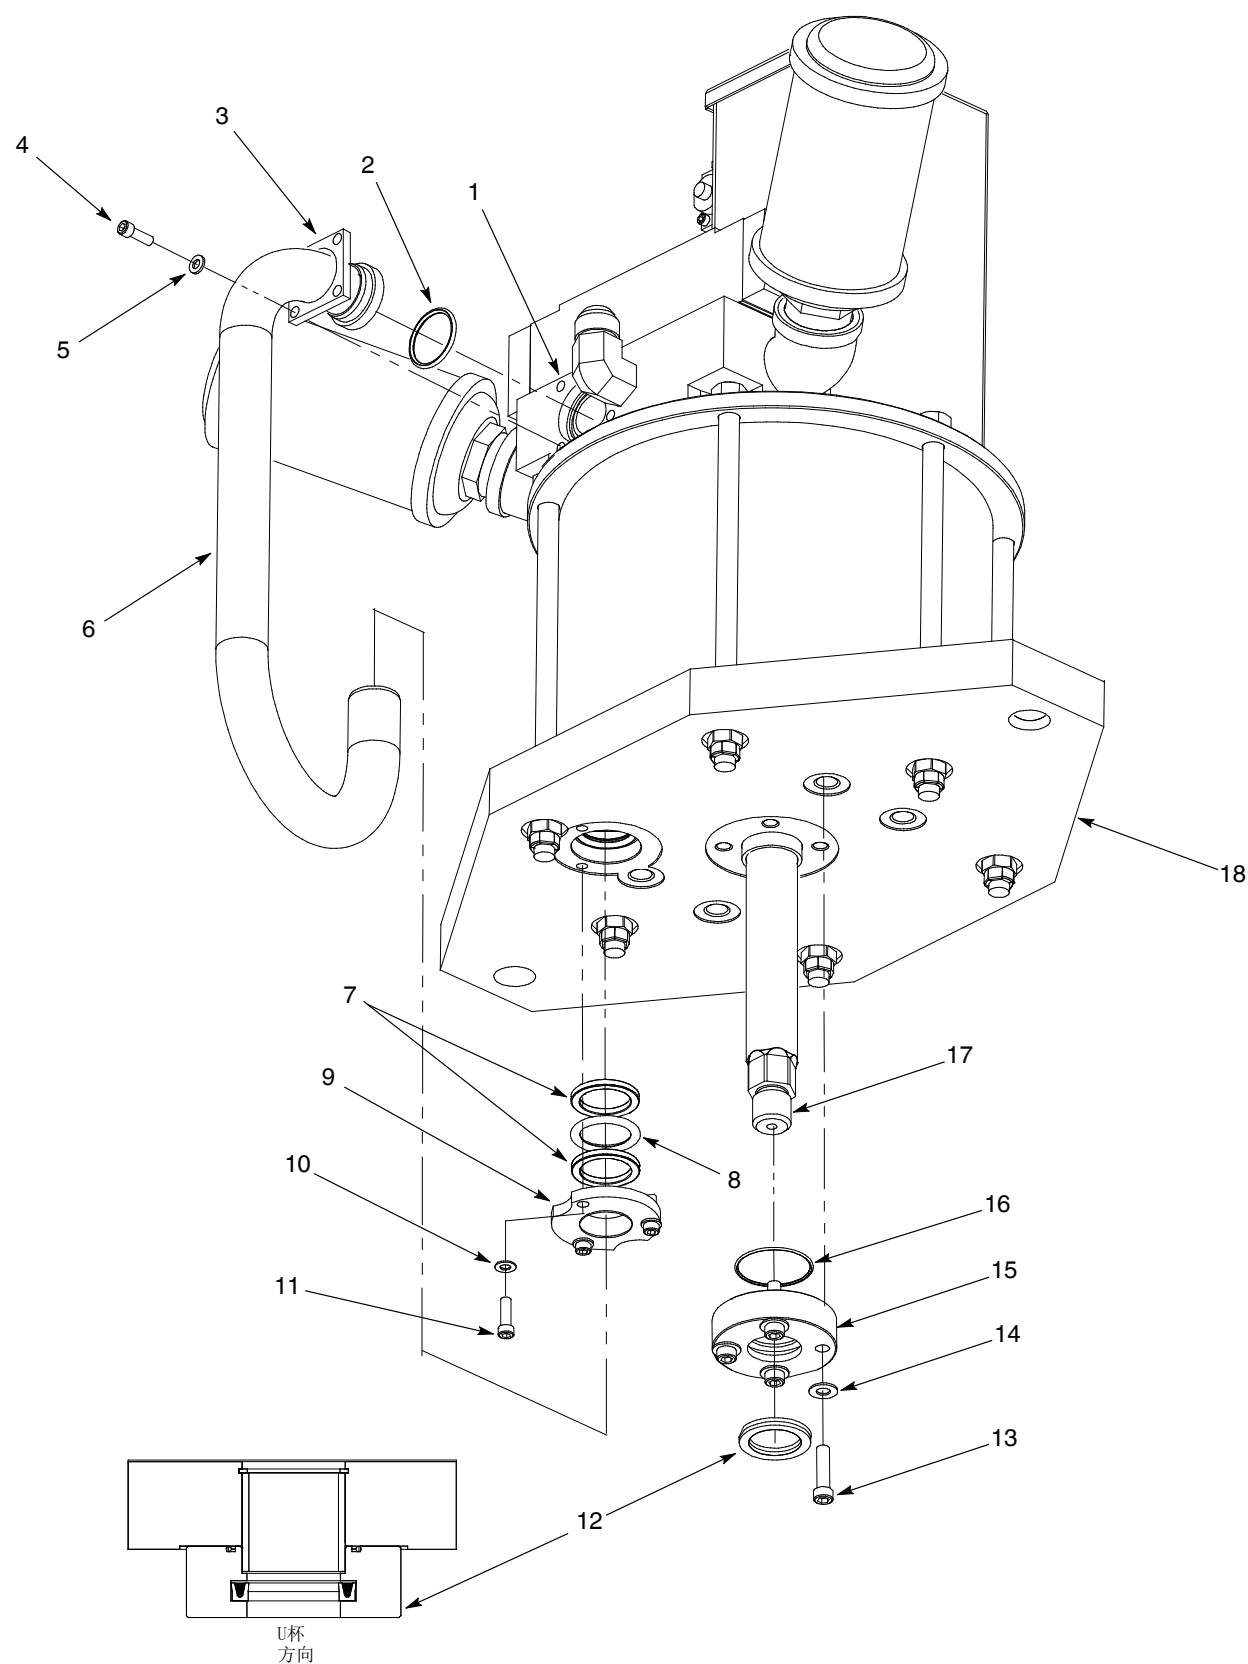

图 11 更换底盘密封件和密封环
1. 详见图11。拆除用于将上部供应管固定器(3)固定至空气分歧座(1)的螺钉(4)和垫圈(5)。
1. 详见图11。使用TFE润滑脂润滑四唇口密封圈(7)和O形圈(8)。如图所示，在底盘(18)中安装四唇口密封圈和O形圈。
1. 详见图11。拆下用于将活塞杆固定器(15)固定至底盘(17)的螺钉(13)和垫圈(14)。